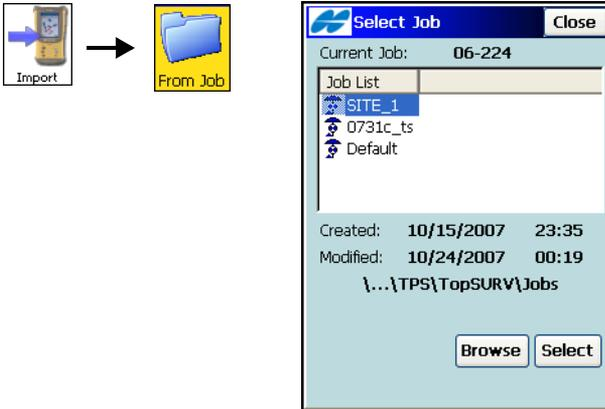

Abbildung 5-1. Projekt wählen
1. Tippen Sie auf **Import ▶ Aus Projekt**. Markieren Sie im Fenster *Projekt wählen* (Abbildung 5-1 auf Seite 5-2) den Namen des zu importierenden Projekts in der Projektliste oder tippen Sie auf **Suchen**, um die Projektdatei auf dem Datenträger zu wählen. Tippen Sie dann auf **Wählen**.